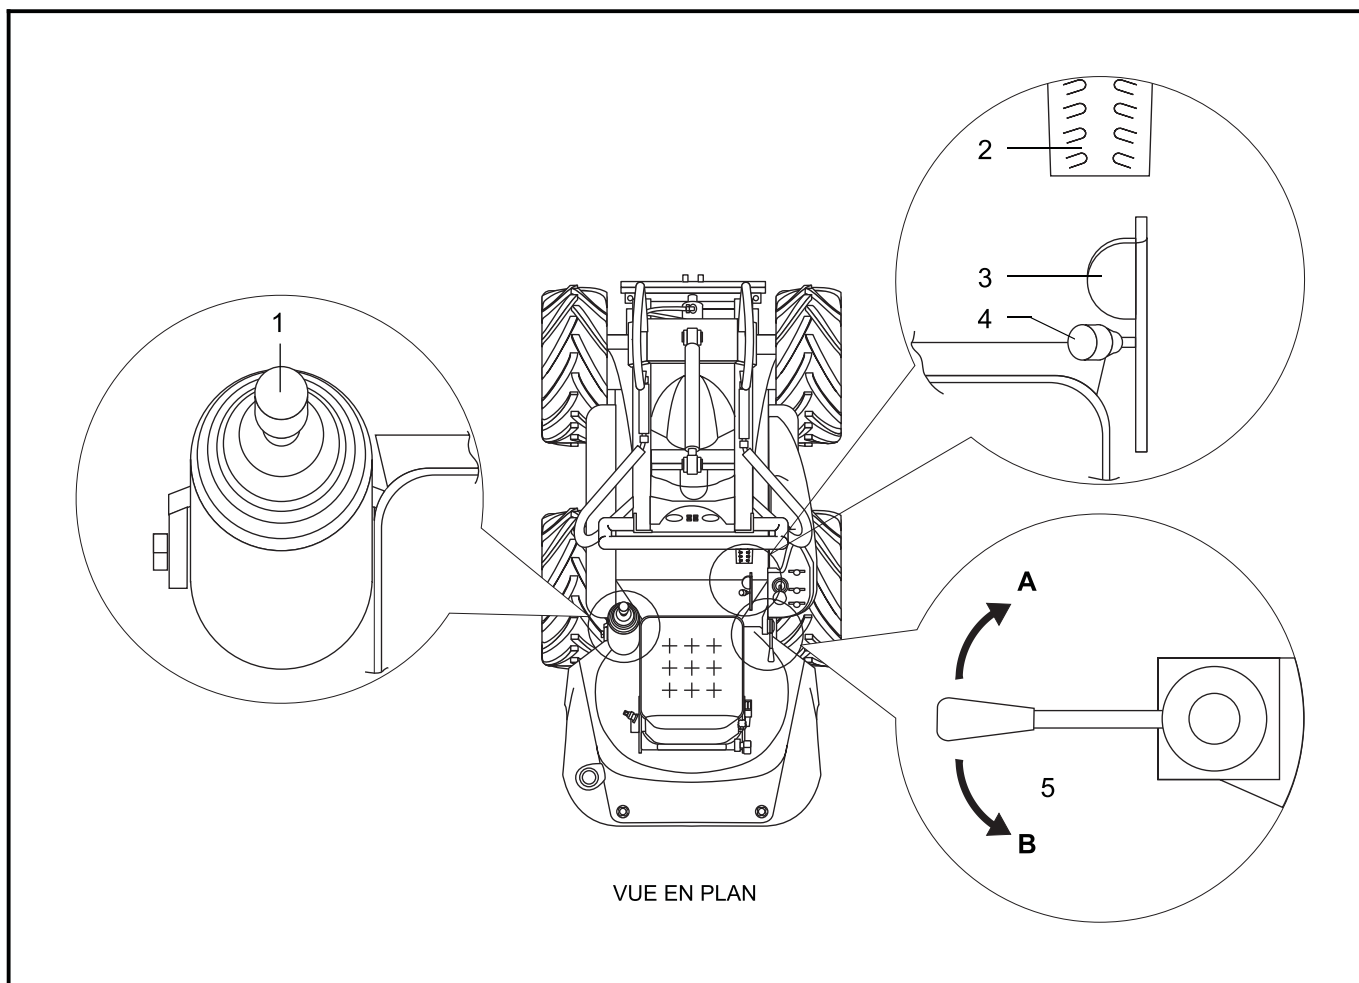

FIG.23 (Léviers de commande et pédale accélérateur)
LEGENDE (FIG.23)
6	S'assurer que le levier de commande accélérateur se trouve en position "B" (FIG.23-Rif.5).
8	S'assurer que le frein de stationnement soit branché (FIG.23-Rif.3).
- 1- Débrancher le frein de stationnement (FIG.23-Réf3);
- 2- Augmenter le régime de tours du moteur en actionnant le levier de commande accélérateur (FIG.23-Réf6);
- 3- Appuyer sur les pédales de marche (FIG.23-Réf2) relatives à la direction de marche "Avant" ou "Arrière";
- 2- Réduire le régime de tours du moteur en actionnant le levier de commande accélérateur (FIG.23-Réf6);
- 3- Brancher le frein de stationnement (FIG.23-Réf3);